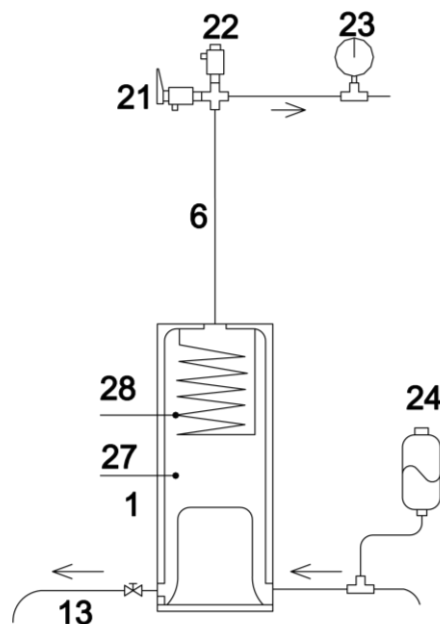

Рис. 13
6. Обеспечение безопасности эксплуатации котла, с баком расширительным закрытого типа. (Рис. 13.)